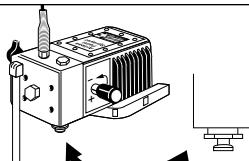

Figura 5- Instrucciones para oprimir la válvula de salida
- Oprima el botón "Outlet" tres veces para cerciorarse de que la válvula de salida esté funcionando bien (Vea la Figura 5).